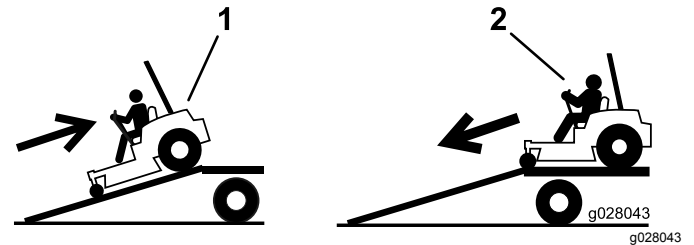

Figura 42
2. Desça a rampa em marcha para a frente (Figura 42).